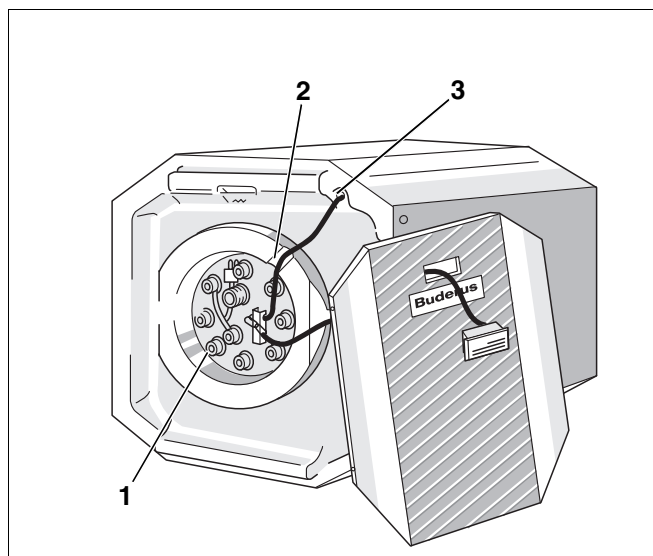

Рис. 12 Демонтаж магниевого анода для чистки
- Вывернуть болты (рис. 12, поз. 1) крышки люка, снять крышку вместе с магниевым анодом и уплотнением (рис. 12).
Экспликация к рис. 12:
- Проложить провода датчиков в прорезь теплоизоляции (рис. 12, поз. 2 на стр. 10).